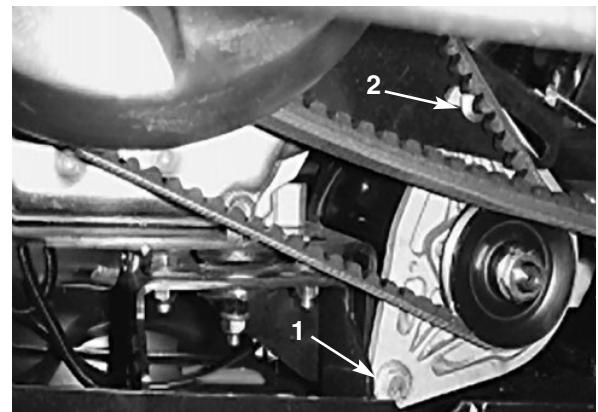

Bild 25
2. Lockern Sie die Gelenkschraube am/an der Anlasser/Lichtmaschine (Bild 25).
3. Setzen Sie ein Stemmeisen zwischen der Motorbefestigung und dem Anlasser an. Lockern Sie die Mutter an der Einstell-Schlossschraube (Bild 25).
5. Ziehen Sie die Mutter der Schlossschraube fest und entfernen das Stemmeisen. Ziehen Sie die Gelenkschraube am/an der Anlasser/Lichtmaschine (Bild 25) fest.